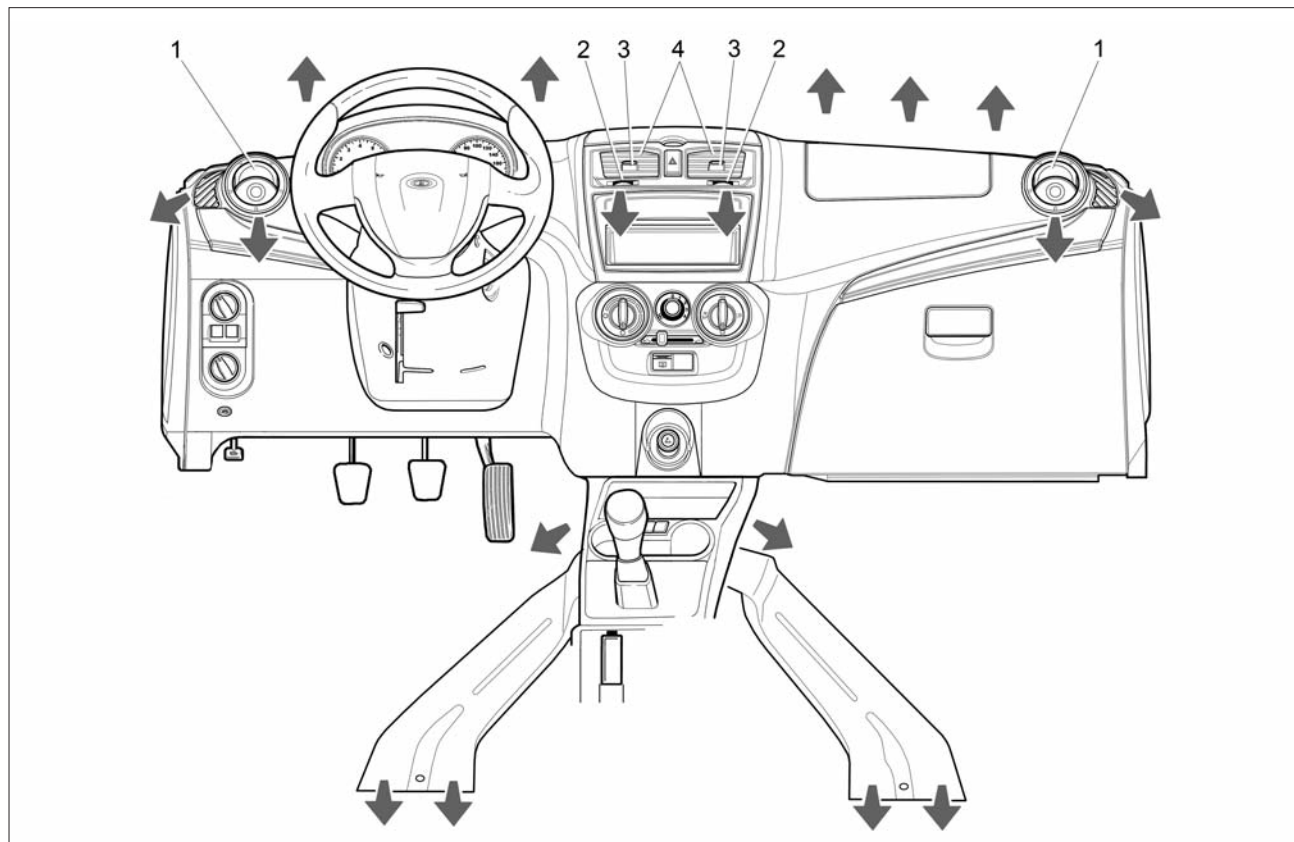

Рис. 42. Направления потоков воздуха из дефлекторов и воздуховодов
Интенсивность подачи воздуха через боковые сопла **1** (рис. 42) регулируется непосредственным воздействием на дефлекторы сопел путем изменения положения дефлекторов вплоть до полного их закрытия. Открытие нужного сопла производится нажатием на специальное углубление в дефлекторе. Вращением дефлектора регулируется направление воздушного потока.
- **сопла 1 и 4** (см. рис. 42) отрегулировать в зависимости от желаемого направления и силы потоков. Причем **сопла 1** регулируются непосредственным воздействием на дефлекторы сопел (для открытия необходимо нажать на специальное углубление), а **сопла 4** рычагами **2 и 3**;
- **сопла 1** (см. рис. 42) направить на соответствующие боковые стекла в зону наибольшего запотевания;
- **сопла 1** (см. рис. 42) направить на соответствующие боковые стекла в зону наибольшего обледенения;
В положении  рукоятки 4 хотя бы одно из сопел 1 или 4 (см. рис. 42) должно быть
Сопла **1** и **4** (см. рис. 42) панели приборов должны быть открытыми.